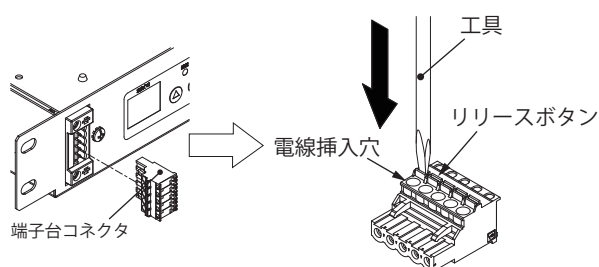

図 9
1. 端子台コネクタを制御ユニットから外した状態にしてください。(図 9)